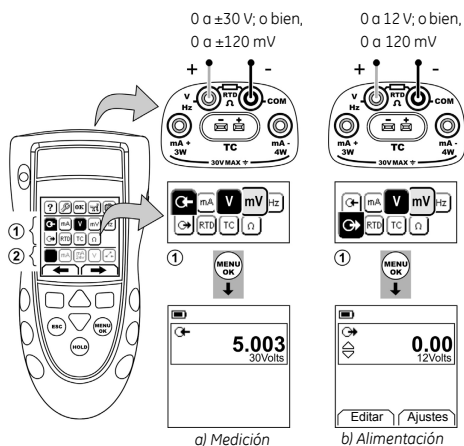

Figura 4: Ejemplo de configuración: Medición/alimentación de voltios o mA (Área 1)
1. Conecte el instrumento (Figura 4/5) y, si es necesario, ajuste la opción *Configurar* (Tabla 1).
*Nota: Utilice el área de función dual (2) para realizar dos operaciones al mismo tiempo. Si no es necesaria la selección del área (2), desactive esta área (■). De este modo se ahorra batería.*